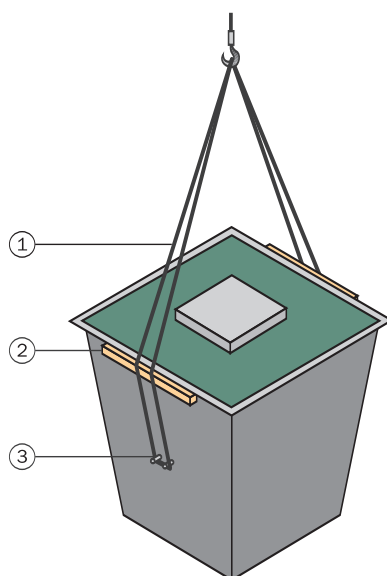

Figura 1
- 1 Sujetar las arquetas mediante doble lazo con cable de acero en los tornillos existentes para poderlos levantar mediante gancho de camión pluma (figura 1).